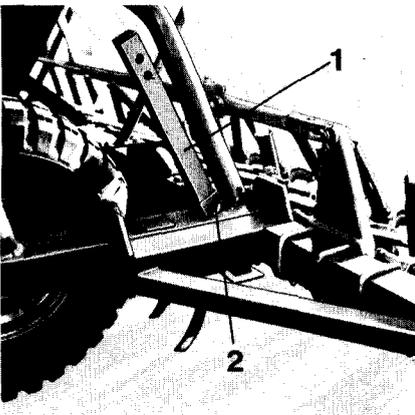

Abbildung 7
5. Die Stützen (Abb. 7/1) hochziehen und mit Bolzen (Abb. 7/2) und Federvorstecker sichern.